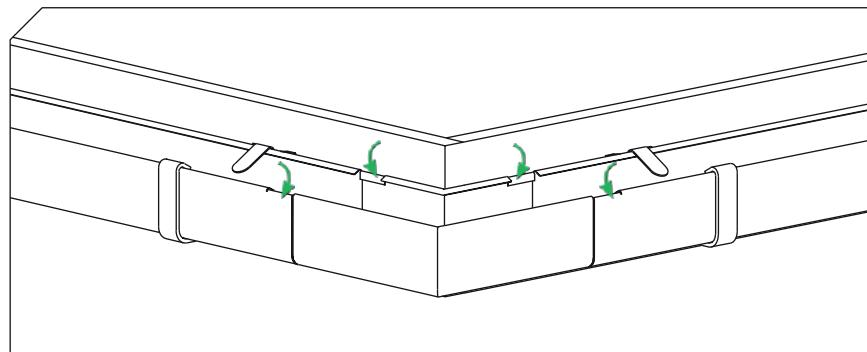

Рисунок 16
5.6. Загните надрезанные части желоба на стенки угла. (рисунок 16)